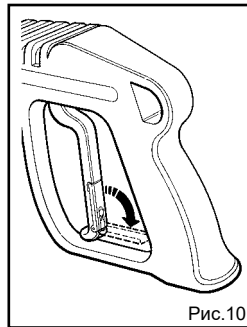

Рис.10
- Включите защитное устройство (предохранитель) на ручке пистолета, если не будете использовать аппарат (Рис. 10).